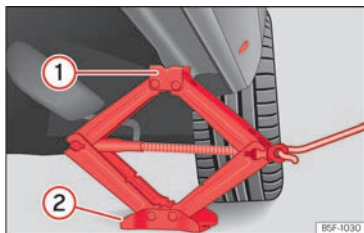

Abb. 265 Längsträger: Wagenheber ansetzen.
- Drehen Sie die Kurbel des unter dem Aufnahmepunkt des Längsträgers befindlichen Wagenhebers, bis sich die Nase **①** >>> **[Abb. 265]** unter der vorgesehenen Einführung befindet.
- Richten Sie den Wagenheber so aus, dass sein Aufnahmehorn **①** in die dafür vorgesehene Aufnahme am Längsträger „greift“ und die bewegliche Grundplatte **②** plan auf dem Boden aufliegt. Die Bodenplatte **②** muss sich dabei senkrecht unter dem Aufnahmepunkt **①** befinden.